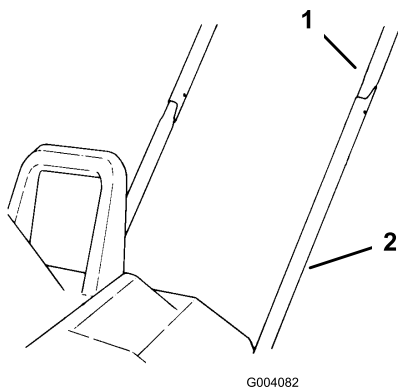

Figure 2
3. Avec précaution, placez le côté droit du tube supérieur sur l'extrémité du tube inférieur droit (Figure 2).
4. Avec précaution, insérez le côté gauche du tube supérieur dans l'extrémité du tube inférieur gauche (Figure 2).
5. Rapprochez les tubes supérieurs et agitez-les doucement pour les faire descendre jusqu'à ce que les trous de montage des tubes supérieur et inférieur soient alignés (Figure 2).